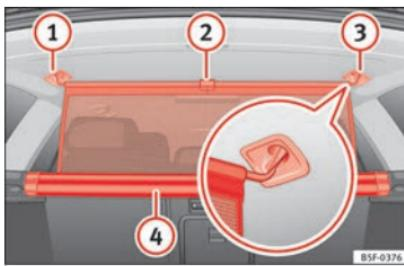

Fig. 171 Dans le coffre à bagages : attacher le filet de séparation.
- Tirez la languette »» **fig. 171 ②** vers le haut pour sortir le filet du boîtier **④**.
- Attachez le filet de séparation au côté droit **③** (image élargie).
- Attachez le filet de séparation dans le logement du côté gauche **①** en étirant la tringle.